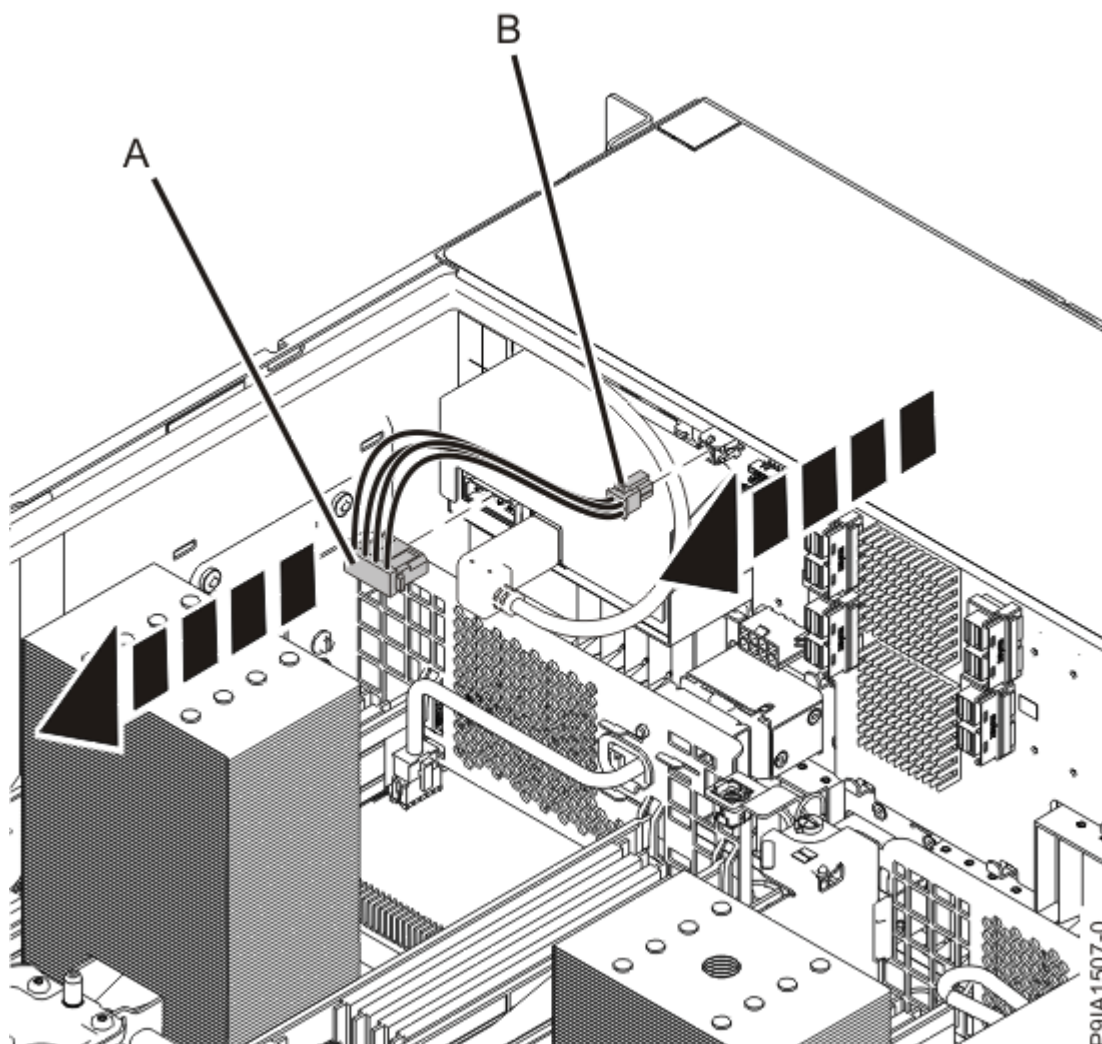

図 54. 内蔵 RDX 電源ケーブルの切断
3. 内蔵 RDX 電源ケーブル (B) をディスク・ドライブ・バックプレーンから切り離します。内蔵 RDX 電源ケーブルのもう一方の端 (A) を内蔵ドッキング・ステーションから切り離します (64 ページの図 54 を参照)。